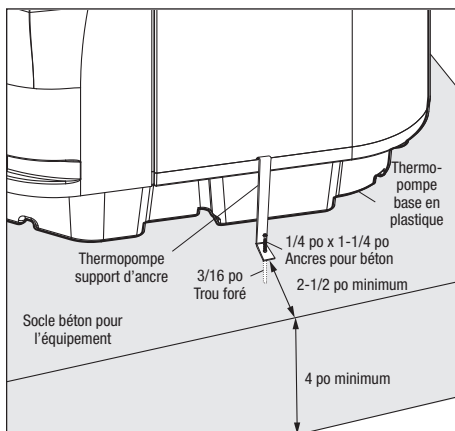

Figure 3. Installation de la bride d'ancrage
3. Placer le crochet de chaque bride sur la lèvre du panneau de base de la thermopompe. Le crochet doit s'insérer entre le rebord du panneau de base et la protection du serpentin de l'évaporateur (voir *Figure 3*).
7. Positionner les brides d'ancrage de sorte que les trous des brides soient au-dessus des boulons d'ancrage. S'assurer que les crochets de serrage sont au-dessus de la lèvre de la base de la thermopompe (voir *Figure 3*).